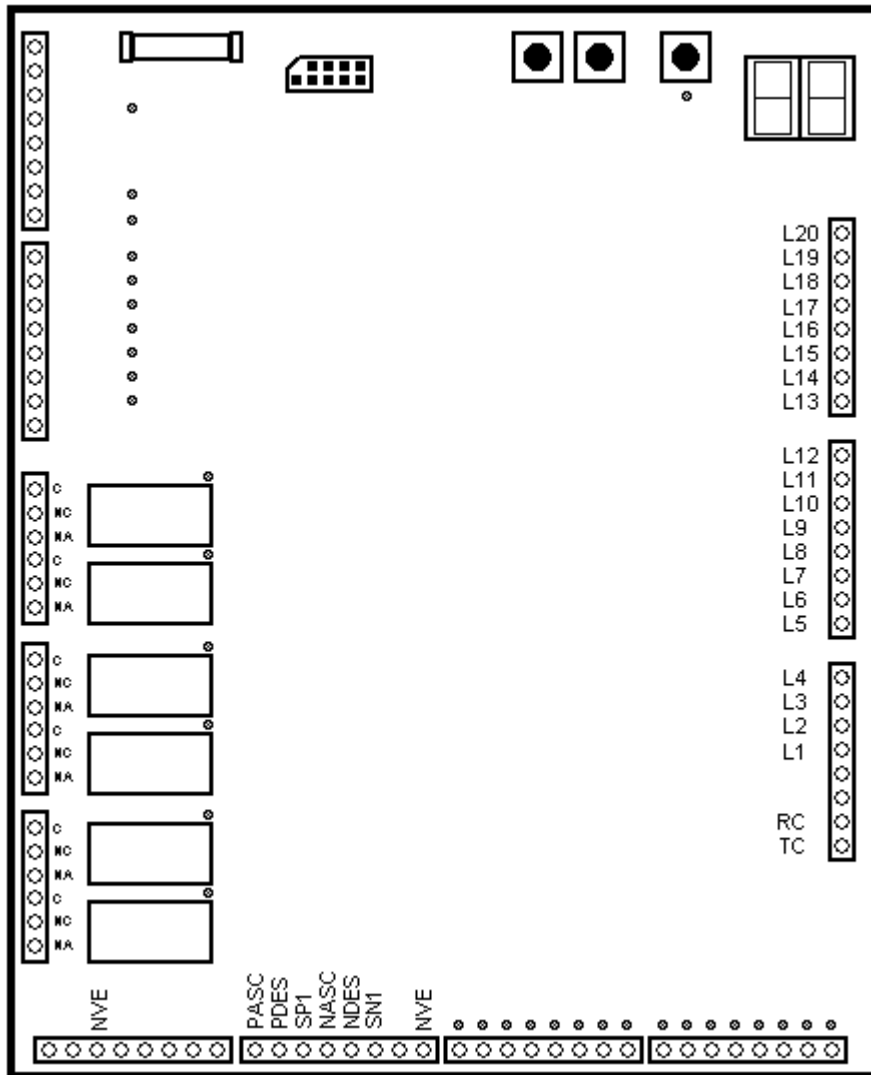

Figura 19
- El pulsador de llamada ascendente a la parada *N* se conecta al terminal LN (Figura 19), y a los terminales PASC y NASC (Figura 20)